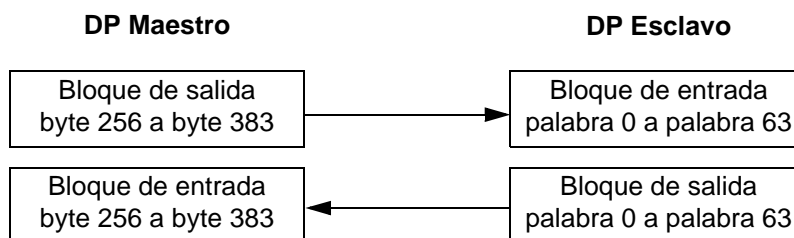

FIG. 49: Intercambio Maestro/Esclavo
- El resultado es un intervalo desde la palabra 0 hasta la palabra 63. La FIG. 49 ilustra este intercambio.
NOTA: La FIG. 49 no está relacionada con el Bloque de entrada y el Bloque de salida del Graco Gateway. La terminología utilizada en la configuración de las etiquetas es desde el punto de vista del PLC (DP maestro). Consulte **Configuración del Graco Gateway** para más información.